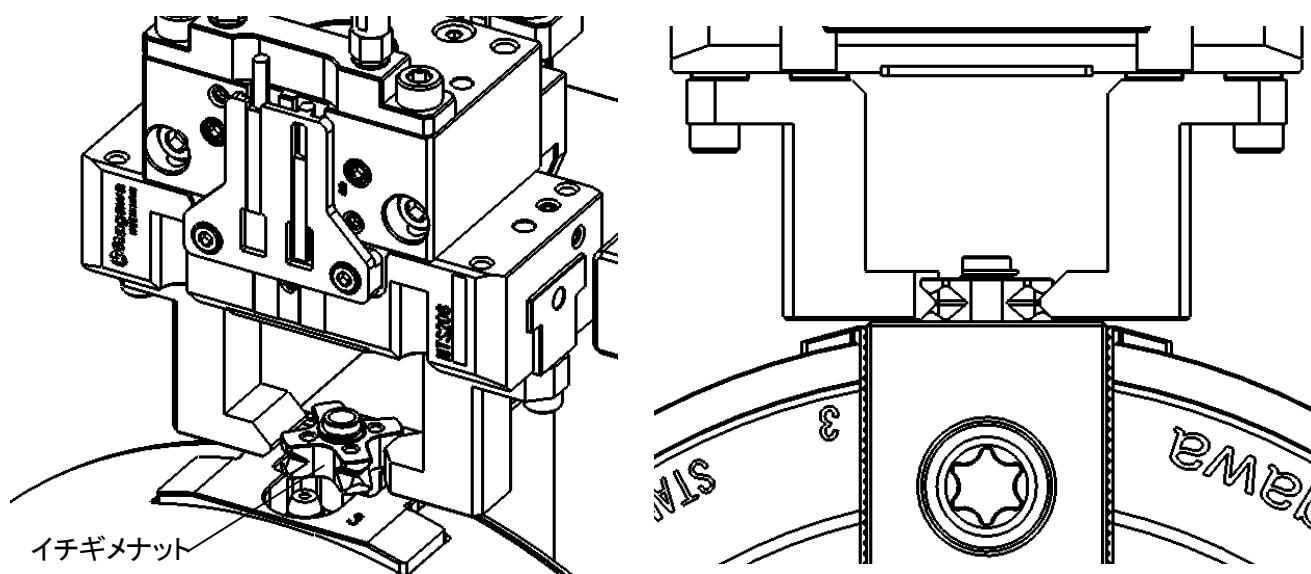

図 32 把持位置
- ① チャックにジョーを取り付けて、ジョー交換位置に割り出してください。
- ② イチギメナットの把持位置(図 32)に BR-AJC エンドエフェクタを移動してください。